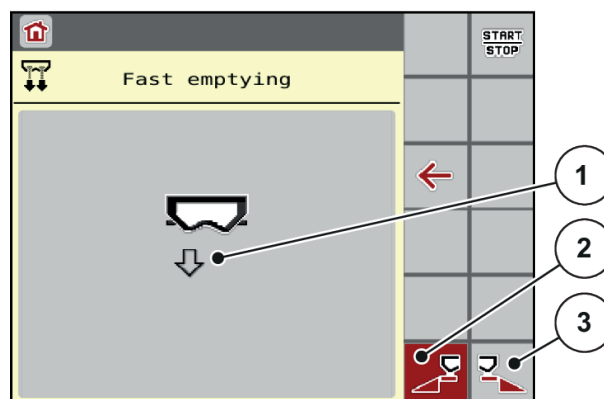

Fig. 27: Menu Fast emptying - Vidage rapide
*L'écran affiche le tronçon souhaité avec un symbole (Fig. 27 [3]).*